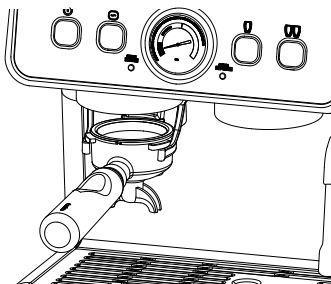

Fig. 6
3. Come illustrato nella Fig. 6, inserire il portafiltro (12) con filtro per tazza singola (13) o doppia (14) nel punto di uscita della macinatura (5).